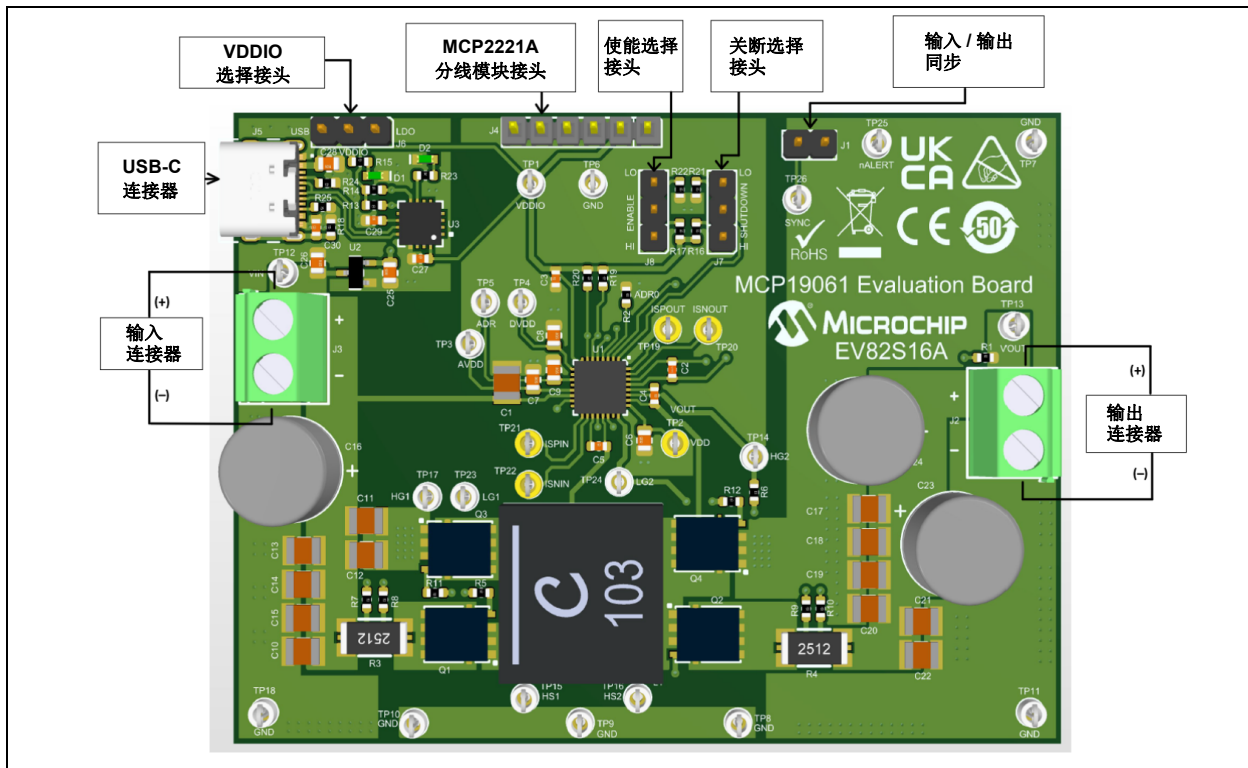

图 2-1: MCP19061 四开关降压 - 升压评估板——俯视图
1. 以正确极性将电子负载连接至 J2（正极（+）和负极（-）如图 2-1 中所示）。
2. 以正确极性将可调直流电源连接至 J3（正极（+）和负极（-）如图 2-1 中所示）。